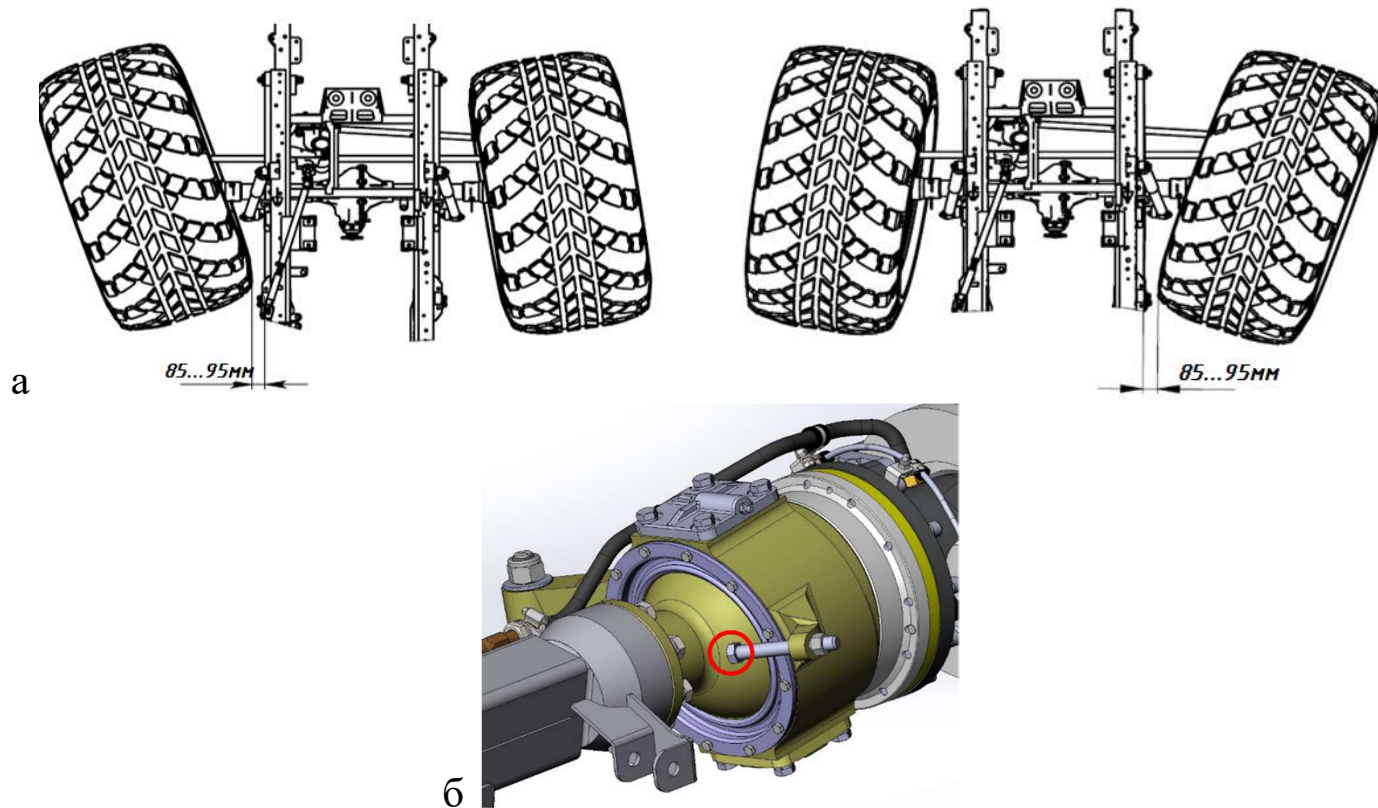

Рис. 6.20. Регулировка углов поворота колес.
8. Произвести регулировку углов поворота колес переднего моста влево и вправо путем закручивания или выкручивания упорных болтов на поворотных кулаках (Рис. 6.20 б), обеспечив расстояние 85 – 95 мм от шины внутреннего к повороту переднего колеса до внешней стороны коренного листа рессоры при вывернутых до упора колесах (Рис. 6.20 а).
12. Установить колеса ВТС на твердую горизонтальную поверхность и запустить двигатель. Упоры отрегулированы правильно если не происходит перекоса моста при повороте рулевого колеса от «упора» до «упора». При этом упорные болты 1 (рис. 6.20 б) **должны не доходить** до балки моста 0,5...1 мм.
13. При увеличенном зазоре от упорного болта 1 (рисунок 6.20 б) до балки (более 0,5...1 мм) (колеса ВТС стоят на твёрдой опорной поверхности, двигатель запущен) выполнить дополнительную регулировку упоров:
б) Поворачиваем руль до упора вправо. Вращаем упор ограничительного винта 1 против часовой стрелки, контролируя при этом расстояние между упорным болтом и упором (рисунок 6.20 б). Расстояние должно быть не более 0,5...1 мм.
в) Поворачиваем руль до упора влево. Вращаем упор ограничительного винта 2 против часовой стрелки, контролируя при этом расстояние между упорным болтом и упором (рисунок 6.20 б). Расстояние должно быть не более 0,5...1 мм..